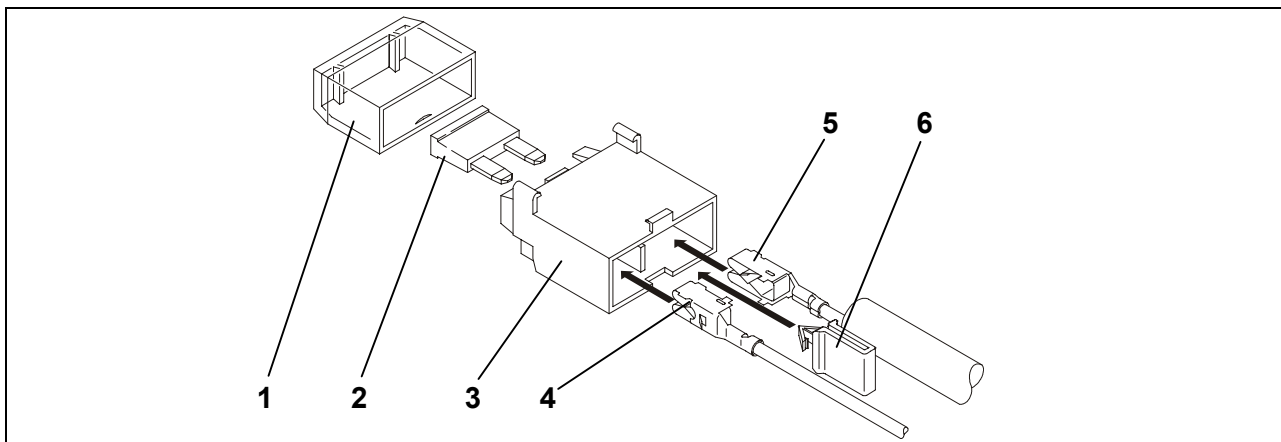

Fig. 1: montaggio portafusibili
10. Inserire la spina piatta del cavo rosso (Fig. 1/5) del fascio di cavi ed il cavo singolo rosso (Fig. 1/4) nel portafusibili (Fig. 1/3).
11. Inserire il clip giallo (Fig. 1/6).
12. Inserire il fusibile (Fig. 1/2) e posizionare il coperchio (Fig. 1/1).